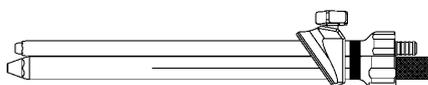

図 1
- 1) インサーターガイドのつまみを緩め，ラグスクリュー用スリーブ，エクストラスクリュー用スリーブを挿入し，それぞれにガイドピンスリーブを組み付けてつまみを締めます。（図 1）